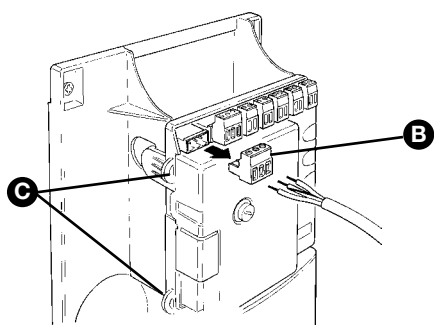

Figura 50
- Para facilitar las operaciones es posible quitar los bornes [A] tal como se muestra en la figura 50, realizar las conexiones y luego colocarlos nuevamente.